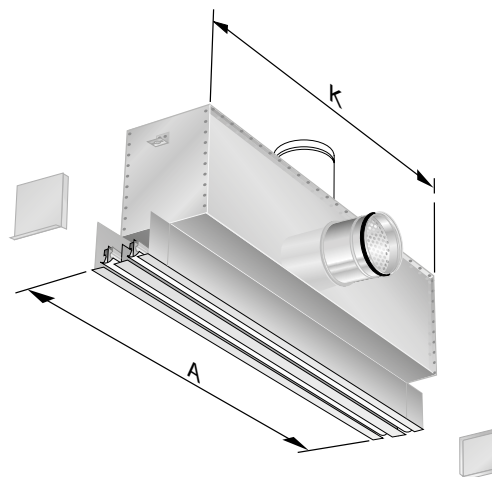

Abbildung 5. SLA + SLWT, Wand- zu Wand-Montage.
**SLA + SLWT WTW - Abbildung 5 und 6**